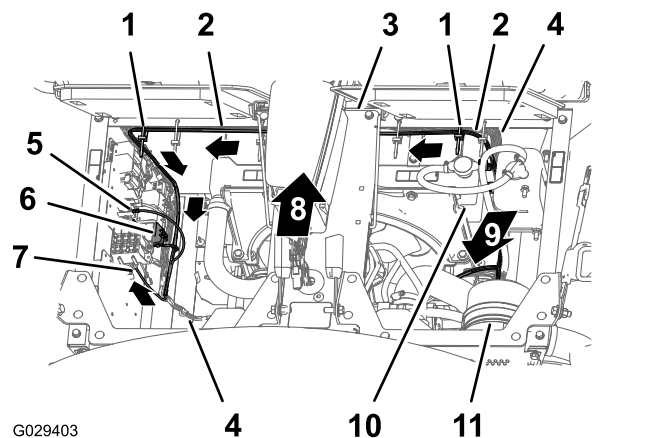

Bild 12
3. Verlegen Sie den Motorraumzweig (197 cm) des Kabelbaums nach unten entlang der linken Seite des Kühlers und entlang Unterseite des Instrumentenbretts (Bild 12).
4. Befestigen Sie den Kabelbaum für das Finishingkit mit zwei Kabelbinden am Kabelbaum für die Maschine, wie in Bild 12 abgebildet.